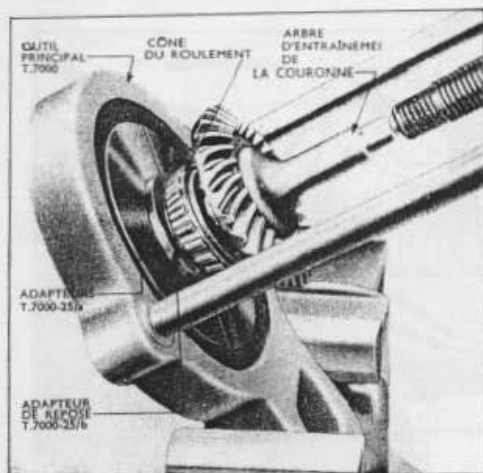

Fig.13
4. Pour remonter le grand roulement conique sur l'arbre d'entraînement, retirer l'adaptateur circulaire de l'outil principal T. 7000 puis monter les adaptateurs fendus T. 7000-25/a sur l'outil; placer l'adaptateur de repose T. 7000-25/b sur les adaptateurs fendus en positionnant l'ergot de l'adaptateur de repose dans le contre-alésage des adaptateurs. Positionner le roulement sur l'adaptateur de repose, son diamètre le plus petit étant placé contre l'adaptateur; positionner l'extrémité la plus grosse de l'arbre d'entraînement dans le roulement puis emboîter celui-ci sur l'arbre (voir FIG. 13).